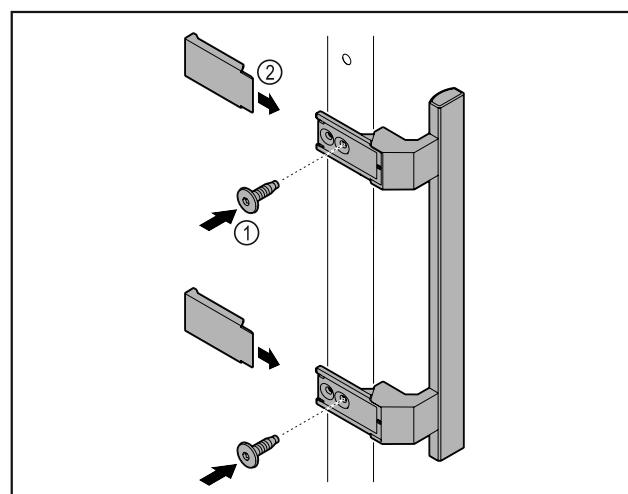

Fig. 49
- ▶ Установите на двери ручку из набора принадлежностей, используя прилагающиеся винты Fig. 49 (1).
- ▶ Установите крышку Fig. 49 (2).